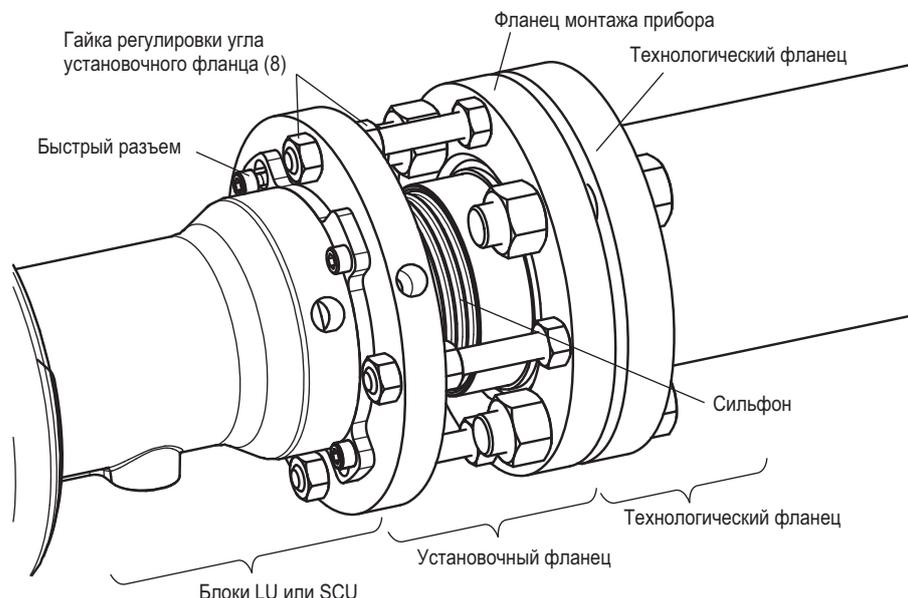

Рисунок 3.16 Регулировка оптической оси без использования блока светосильной оптики (LAO)
При включении анализатора TDLS8000, передача (прохождение луча) показывается на дисплее Блока лазера (LU) и Блока управления датчиком (SCU). Блок лазера (LU) отображает значение с 4 цифрами, а блок управления датчиком (SCU) в виде "Trans **. *%." Установочный фланец должен быть отрегулирован с использованием гайки тонкой настройки угла таким образом, чтобы максимизировать передачу (прохождение). (Смотрите Рисунок 3.16.)